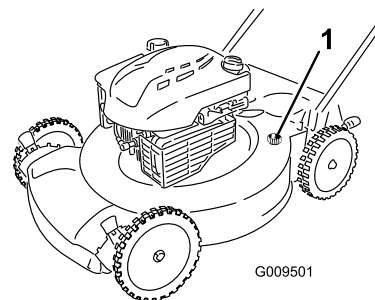

Figura 30
4. Collegate una canna da giardino al rubinetto dell'acqua e al foro di lavaggio sulla macchina (Figura 30).